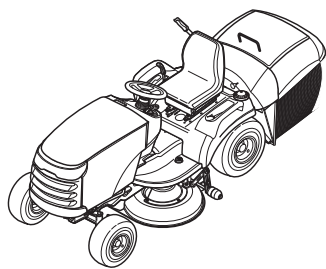

**Figure 39. Relâchement de la tension de la courroie**
4. À l'aide d'un cliquet (A, Figure 39), déplacer la poulie folle (H, Figure 38) pour relâcher la tension de la courroie (F).
5. Enlever la courroie (F).
6. Installer une nouvelle courroie (F) sur les poulies comme indiqué. Le fait de relâcher la poulie folle (H) permet au ressort de tendre automatiquement la courroie crantée.
7. Serrer la vis de la poulie folle (G). Remettre les carters de courroie.